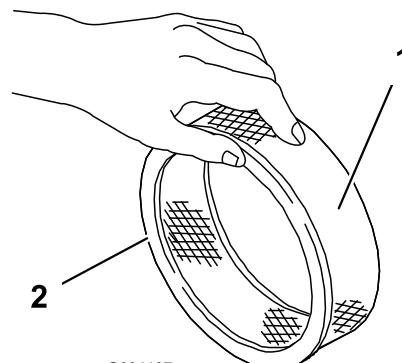

Figura 46
5. Controllate che il filtro in carta non sia strappato, che non abbia strati untuosi e che la guarnizione in gomma non sia danneggiata (Figura 46).
1. Fate scorrere attentamente il prefiltrò in schiuma sintetica sul filtro di carta (Figura 46).